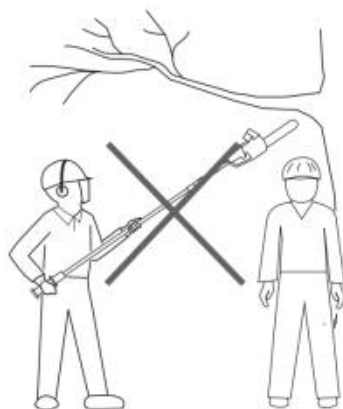

Fig. 52
5. Håll andra personer borta från skärändan av produkten och på säkert avstånd från arbetsområdet. Håll ett avstånd på minst 10 m till åskådare (bild 52).